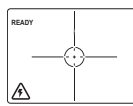
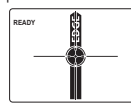

ILUSTRACIÓN 6
ILUSTRACIÓN 7
1. Deslice la unidad sobre la superficie en línea recta. Entre más cerca del paralelo esté la unidad, más barras aparecerán como en la ilustración 6. Cuando el borde del paralelo es detectado, el indicador de madera y la barra del borde aparecerán tal como se muestra en la ilustración 7 y la unidad emitirá un “biip” continuo.